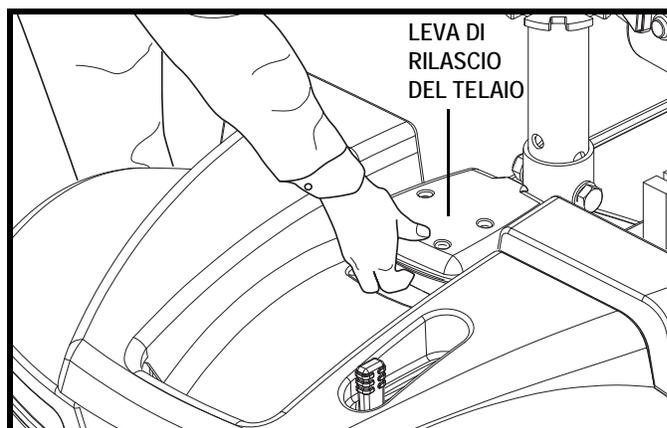

Figura 20. Leva Di Rilascio Del Telaio
3. Afferrare e sollevare la leva di rilascio del telaio. **Vedere figura 20.**
2. Usare la leva di rilascio del telaio per sollevare la parte anteriore mentre si allineano i ganci del telaio della parte anteriore con il tubo del telaio inferiore della sezione posteriore. **Vedere figura 20.**